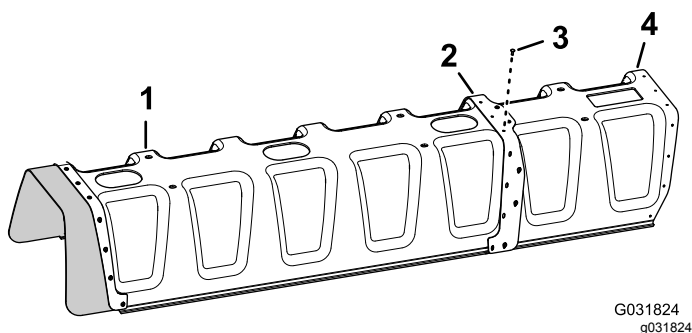

図 148
4. ポップリベット11本Toro P/N 114439を使って、カバーエクステンションを11 ノズルboom用カバーに固定する図 148。